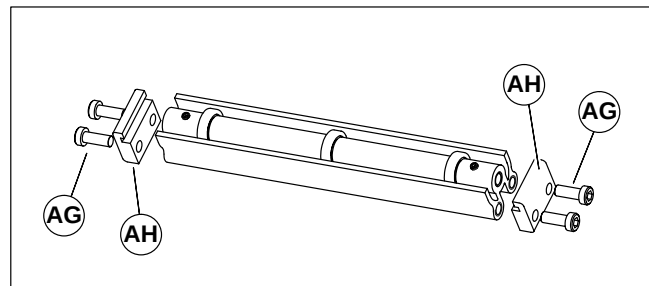

Abbildung 13
1. Die Lage der Stützrollen feststellen. Vergrößerte Ansichten siehe Abbildung 13.
2. Schrauben (AG siehe Abbildung 13) und Clips (AH) von der Stützrollenbaugruppe entfernen.